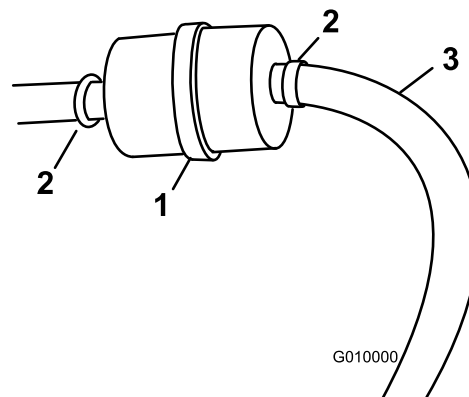

Figure 17
- Placez un bac de vidange propre sous le filtre à carburant (Figure 17).